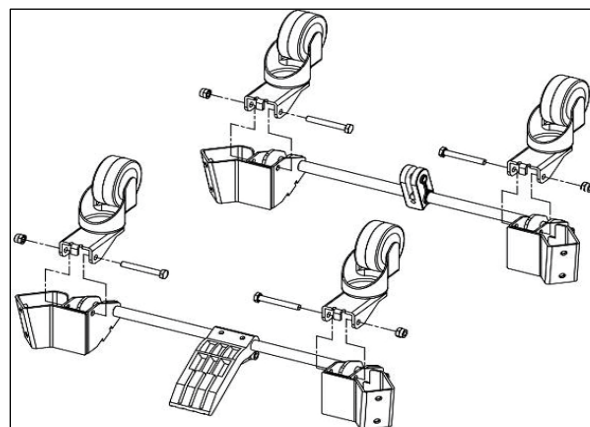
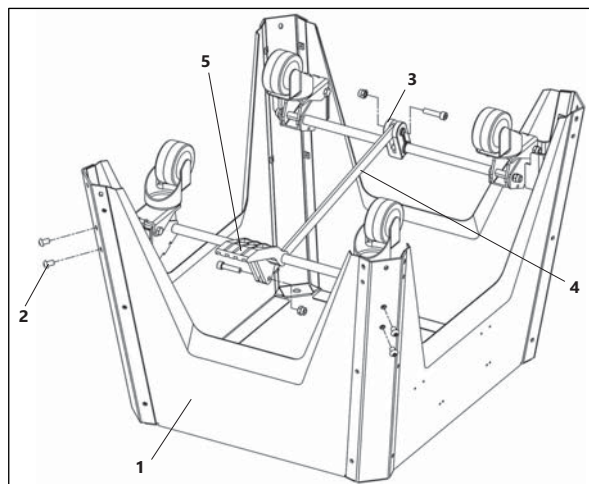

Рисунок 5.
Рисунок 6.
- Ослабьте и открутите болт и гайку на кронштейне роликов (рис. 5).
- Прикрепите ролики 1 к кронштейнам 3 (рис. 6) и закрепите при помощи болтов и гаек (рис. 5).
- Прикрепите один набор роликов к передним угловым опорам при помощи винтов 2 (рис. 6).